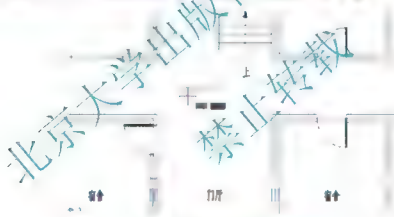

图 3.103 确定“标高”图块的位置
(3) 在指定插入点或「基点(B)/比例(S)/旋转(R)/预览比例(PS)/预览旋转(PR)」提示下，在如图 3.103 所示处单击，将“标高”图块插入该位置。